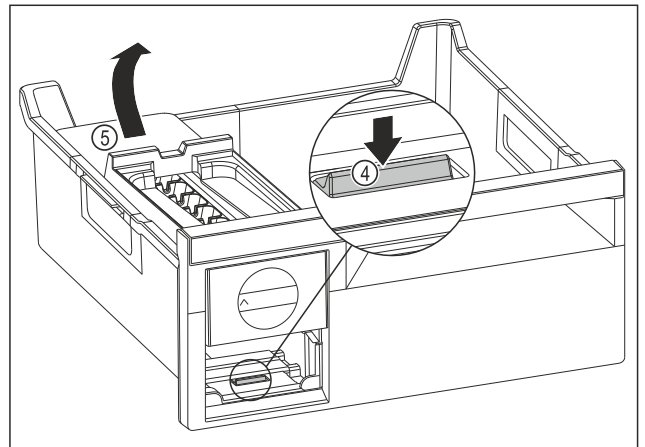

Fig. 79
- Odoberte korpus EasyTwist-Ice: Strmeň Fig. 79 (4) zatlačte prstom nadol a súčasne druhou rukou zdvihnite zo zadu korpus EasyTwist-Ice Fig. 79 (5).